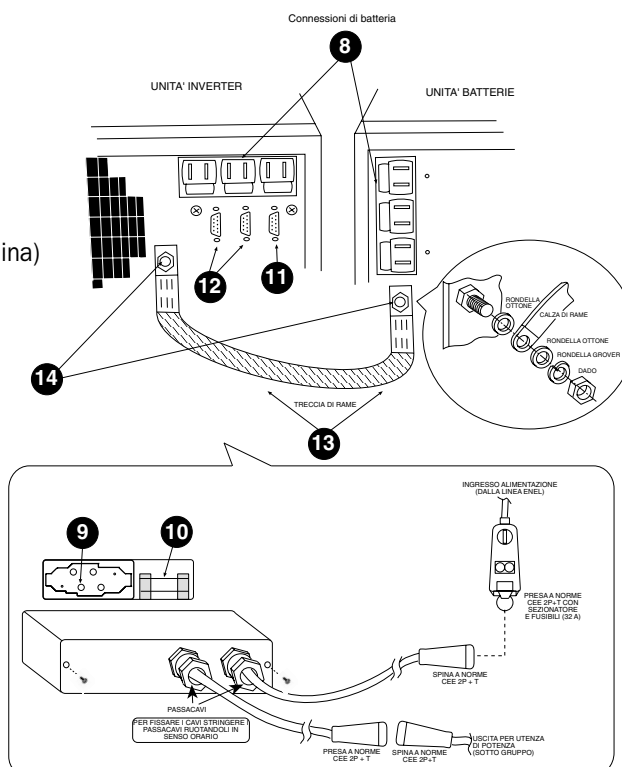

Fig. 6
Doppio Cabinet (fig. 6):
- 2) Effettuare il collegamento di terra tra le due unità tramite la treccia di rame in dotazione, come mostrato in fig. 6.
- 7) Inserire il connettore di Ingresso-Uscita nella spina [9] presente sul retro dell'UPS, fissandolo al telaio con le apposite viti (vedi fig. 6).